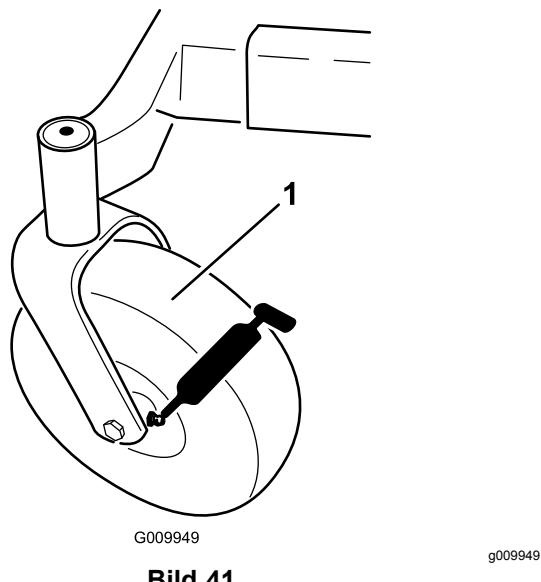

Bild 41
3. Reinigen Sie die Schmiernippel (Bild 41 und Bild 39) mit einem Lappen.
4. Stecken Sie eine Fettspritze auf jeden Schmiernippel und pumpen Sie solange Fett in die Nippel, bis das Fett aus den Lagern austritt (Bild 39 und Bild 41).